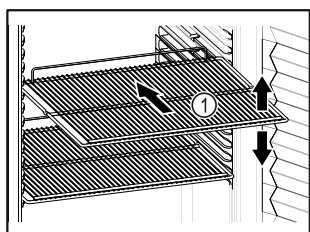

Fig. 56 Immagine a titolo di esempio
- Se è possibile spostare i ripiani Fig. 56 (1), regolarli in altezza.